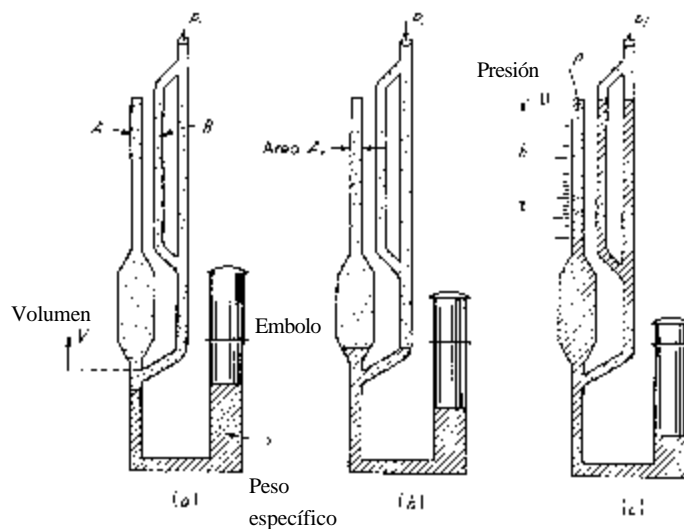

Figura 9.
**Medidor McLeod.** Se utiliza como aparato de precisión en la calibración de los restantes instrumentos. Se basa en comprimir una muestra de gas de gran volumen conocido a un volumen más pequeño y a una presión suficientemente alta para leerla con un manómetro, la Figura 9 muestra la configuración básica. No se recomienda usarlo para mediciones a base abajo de  $10^{-4}\text{ mmHg}$ , pero usando técnicas de división de presión se puede utilizar como estándar de rangos más bajos.